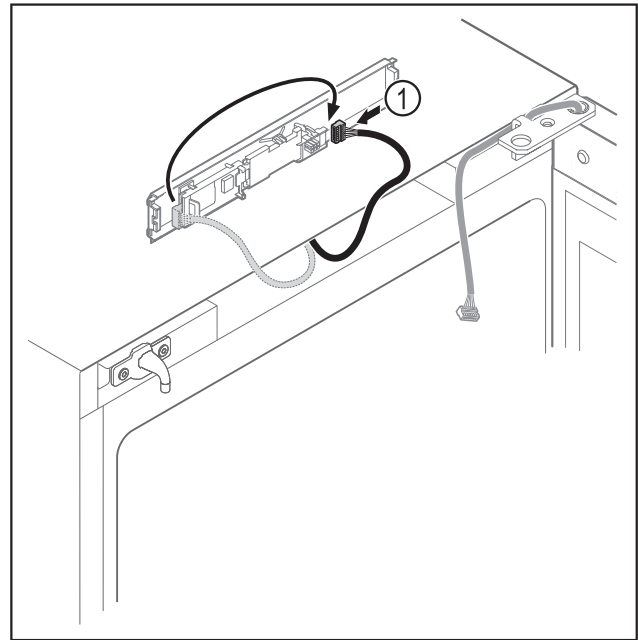

Fig. 16
- Wtyczkę Fig. 16 (1) należy ponownie podłączyć do płytki drukowanej.